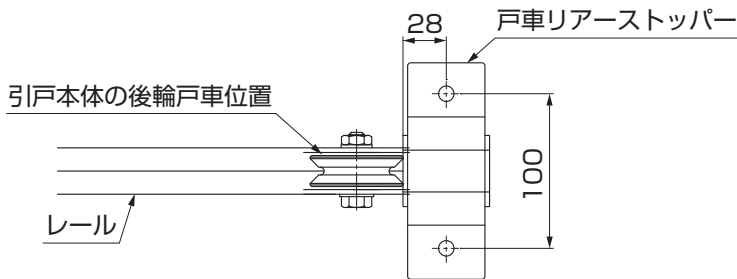

図8-3
③引戸本体を開けた状態で引戸本体の戸車の後輪の位置にあわせて戸車リアーストッパーを位置合わせしてください。(図8-3参照)
(2) 下穴の加工